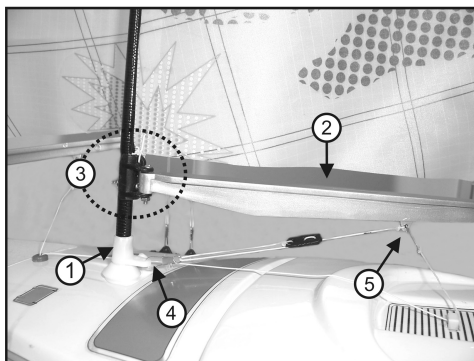

Figure 6
- Comme indiqué sur la figure 6, n° 1, emboîtez le mât sur le pont supérieur dans le trou du support de mât.
- Fixez la traverse (2) de la grand-voile (« bôme » en langage marin) à l'aide d'une vis M2 / écrou M2 au mât (figure 6, n° 3).
- Afin de pouvoir piloter l'angle d'incidence de la grand-voile, la « bôme » doit être également reliée, comme illustré sur la figure 6, n° 5, avec la ligne de commande du treuil de voiles.